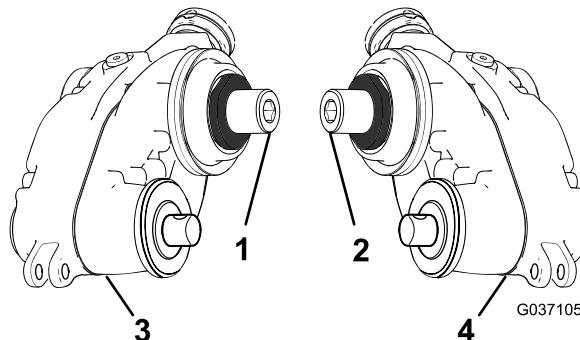

Bild 6
- Ermitteln Sie den rechten und linken Groomerantrieb, siehe Bild 6.